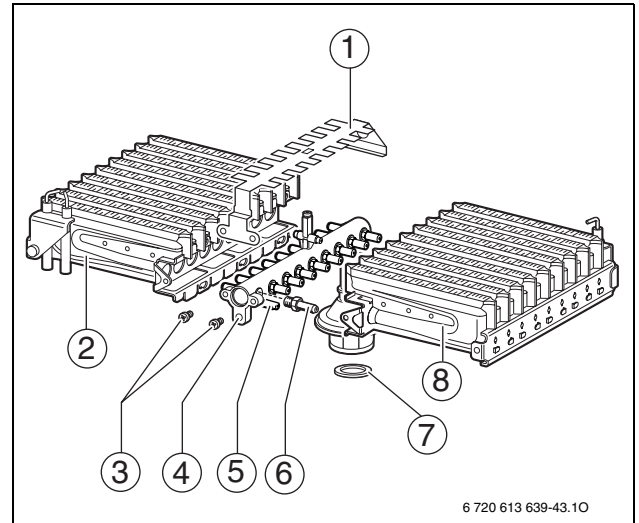

Fig. 29
- ▶ Demontați arzătorul (→ fig. 29, poz. 2 și 8 / → capitolul 12.2.1).
- ▶ Înlocuiți duzele (6).
- ▶ Montați arzătorul (→ fig. 29, poz. 2 și 8).